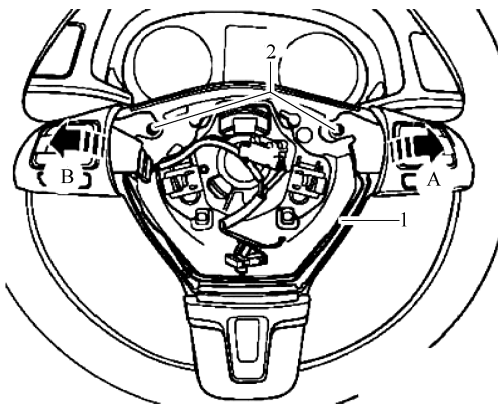

图 5-5-27 拆卸音频和电话的操纵装置
① 拆卸驾驶人侧安全气囊单元。
② 将导线 1 从导线槽中取出，如图 5-5-27 所示。